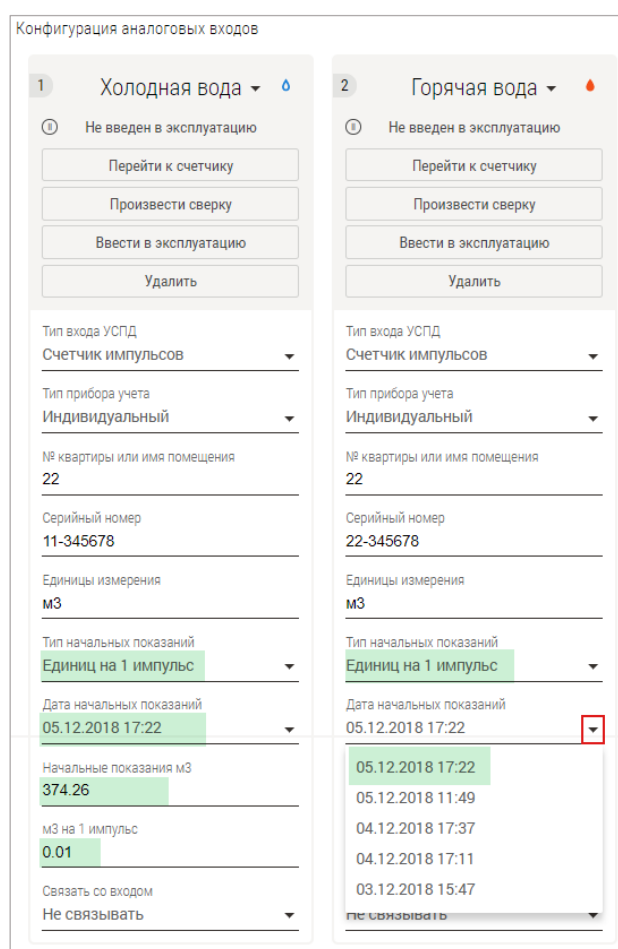

Рис. 26. Ввод начальных показаний.
3. В строке **Тип начальных показаний** укажите тип измерения импульсов для вашего счетчика (Рис. 26):